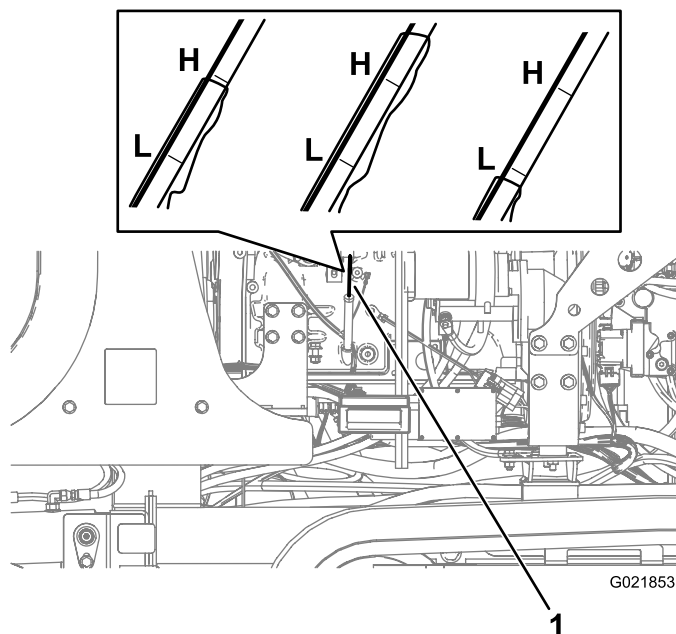

Figura 122
3. Remova a vareta de nível (Figura 122) e limpe-a com um pano.